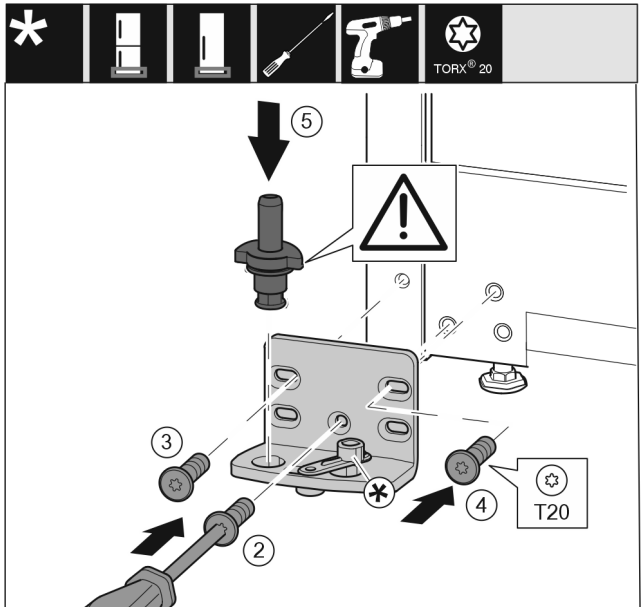

Fig. 16
- ▶ Postavite podložak ležaja na drugu stranu i pritegnite ga odvijačem. Započnite s vijkom Fig. 16 (2) dolje u sredini.
- ▶ Pritegnite vijak Fig. 16 (3) i vijak Fig. 16 (4).
- ▶ Potpuno umetnite podložak ležaja Fig. 16 (5). Pritom se pobrinite za to da je uskočna izbočina okrenuto prema natrag.